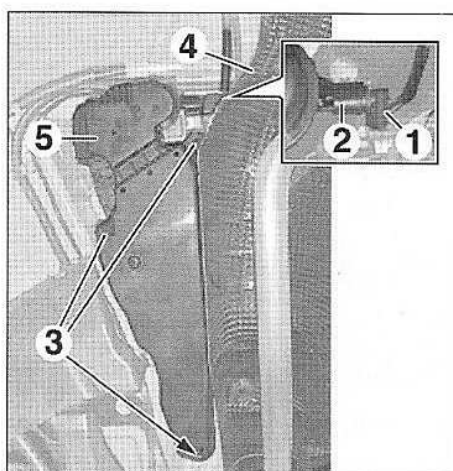
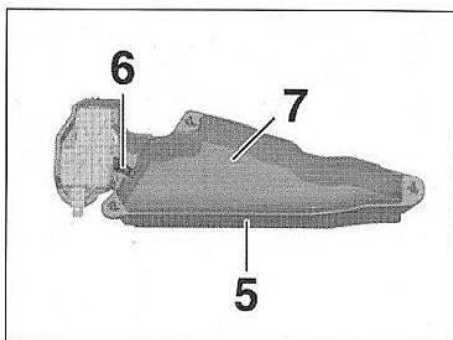

FIG.113
FIG.114
- Débrancher (Fig.113) :
- le connecteur (1),
- le raccord (2).
- Déverrouiller les fixations (3) d'un quart de tour.
- Écarter la tôle pare-chaaleur (4).
- Déposer le boîtier (5) avec le réservoir d'additif de carburant.
- Débrancher le raccord (6) (Fig.114).
- Déposer le réservoir d'additif de carburant (7).